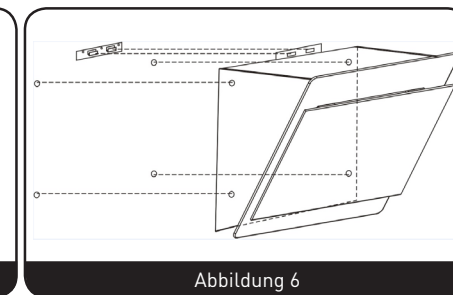

Abbildung 6
3. Befestigen Sie das Gehäuse mit den Sicherungsschrauben. Befestigen Sie die Abzugshaube mit vier Wanddübeln und vier ST4x30 mm Schrauben. (Abbildung 6)